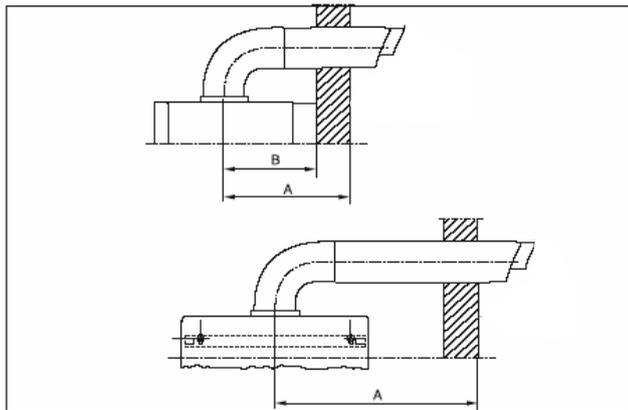

图 5.9
- 量出烟道出口所在外表面距离燃气采暖热水炉烟道接口的中心位置的间距 A，图 5.9。